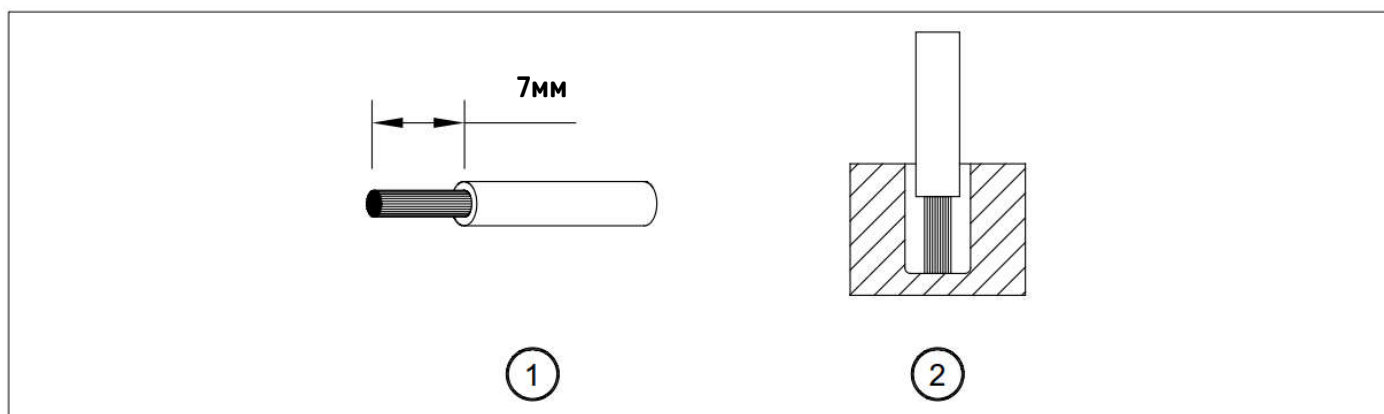

Рис. 6. Рекомендуемая длина зачистки провода.
Для надежного и безопасного подключения модуля бесперебойного питания зачищенная длина силовых и сигнальных проводников должна составлять 7мм, см. рис.6 (1).
Обратите внимание, что зачищенный проводник должен быть полностью вставлен в клемму модуля, как показано на рис.6(2).